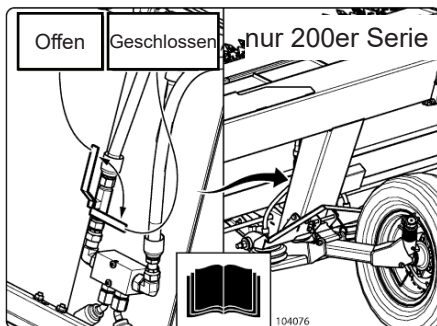

Abb. 10
4. Stellen Sie das Schneidwerk auf RIGID-Modus ein. Heben Sie das Schneidwerk vom Boden ab und stellen Sie den Druck auf den für Ihre Schneidwerkbreite korrekten psi-Wert ein, schließen Sie die Absperrventile des Messrads (siehe Abb. 10) und fahren Sie dann mit Abschnitt 8 auf Seite fort.
3. Schließen Sie beide Messrad-Absperrventile (siehe Abb. 10)